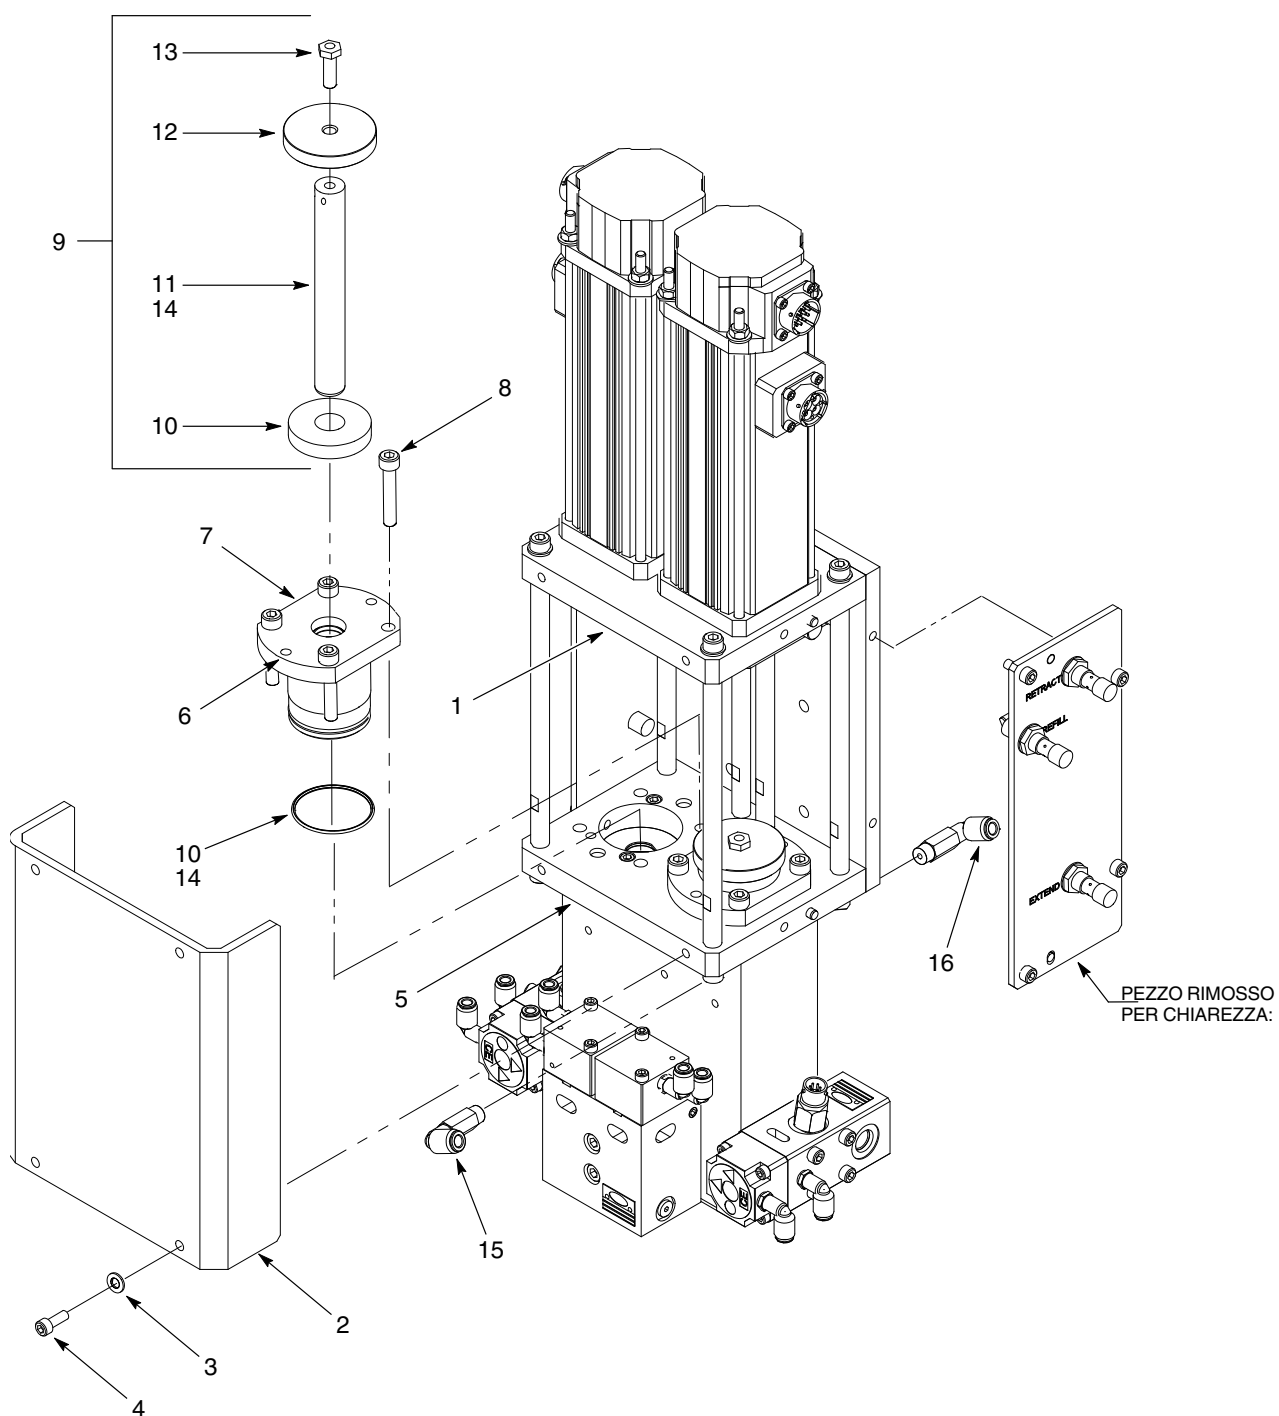

Figura 10 Riparazioni del gruppo stantuffo e premistoppa
2. Vedi figura 10. Togliere le viti (4) e le rondelle (3) che fissano il riparo (2) al gruppo attuatore lineare (1) e alla flangia dell'alloggiamento (5).
3. **SOLO PREMISTOPPA ARW:** Se necessario scollegare il tubo dell'aria. Togliere i raccordi del foro d'ingresso (15) e di uscita (16) del premistoppa.
4. Togliere le viti (8) che fissano il gruppo premistoppa (7) alla flangia dell'alloggiamento (5). Eseguire quanto segue se il gruppo premistoppa non si può rimuovere dalla flangia dell'alloggiamento:
- a. Inserire due viti (8) nei fori filettati (6) del gruppo premistoppa.
5. Togliere l'o-ring (10) dal gruppo premistoppa (7). Gettare via l'o-ring.
6. Usando una pressetta manuale rimuovere il gruppo stantuffo (9) dal gruppo premistoppa (7).
7. Smontare il gruppo stantuffo (9).
- a. Smontare l'ammortizzatore dello stantuffo (10) dallo stantuffo (11).
- b. Inserire il dente della chiave nel foro sullo stantuffo. Togliere la vite (13) che fissa il disco di prossimità (12) allo stantuffo.
1. Vedi figura 10. Lubrificare l'o-ring del gruppo premistoppa (10) e il diametro interno del gruppo premistoppa (9) con grasso TFE (14).
2. Montare il gruppo stantuffo (9):
- a. Montare il disco di prossimità (12) sullo stantuffo (11).
- b. Avvitare la vite (13) nello stantuffo. Inserire il dente della chiave nel foro sullo stantuffo e serrare la vite a 13,5 N•m (10 ft-lb).
- c. Montare l'ammortizzatore dello stantuffo (10) sullo stantuffo. Assicurarsi che l'ammortizzatore dello stantuffo sia a contatto con il disco di prossimità.
- d. Applicare grasso apposito (14) sull'albero dello stantuffo.
3. Usando una pressetta manuale inserire il gruppo stantuffo (9) nel gruppo premistoppa (7).
4. Montare il gruppo premistoppa (7) sulla flangia dell'alloggiamento (5) usando le viti (8). Stringere le viti in sequenza incrociata a 13,5 N•m (10 ft-lb).
5. **SOLO PREMISTOPPA ARW:** Se necessario collegare il tubo dell'aria. Installare i raccordi del foro d'ingresso (15) e di uscita (16) del premistoppa.
6. Montare il riparo (2) sul gruppo attuatore lineare (1) e sulla flangia dell'alloggiamento (5) usando le rondelle elastiche (3) e le viti (4). Stringere saldamente le viti.